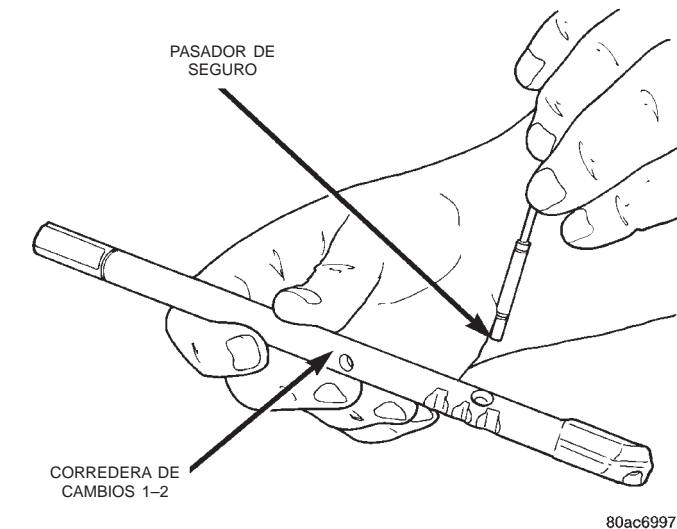

Fig. 77 Instalación del pasador de seguro de la corredera de cambios 1-2
(3) Instale el pasador de seguro en la corredera de cambios 1-2 (Fig. 77).
(4) Instale la corredera de cambios 1-2 en la placa intermedia.